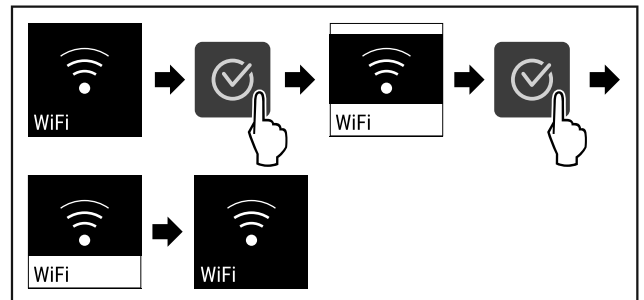

Fig. 87
- ▶ Εκτελέστε τα βήματα ενεργειών (βλέπε Fig. 87).